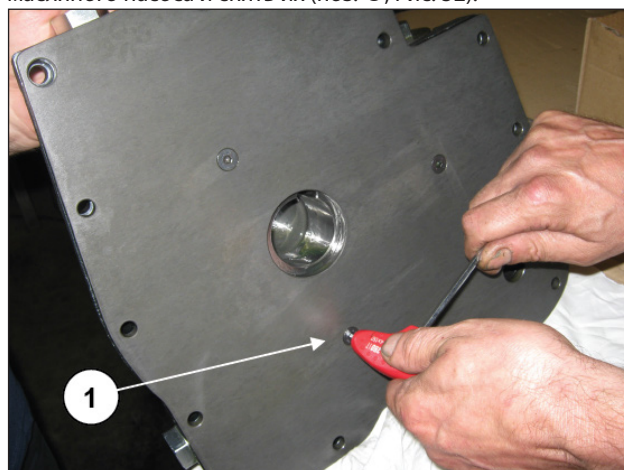
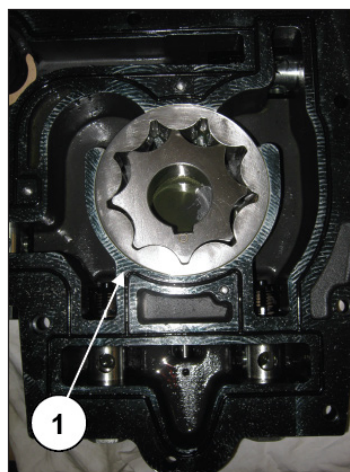

Рис. 51
Рис. 52
Ниже приведена правильная последовательность демонтажа масляного насоса. Демонтируйте заднюю стенку корпуса масляного насоса, открутив три винта М6 (поз. ①, Рис. 51), чтобы получить доступ к роторам масляного насоса и снять их (поз. ①, Рис. 52).